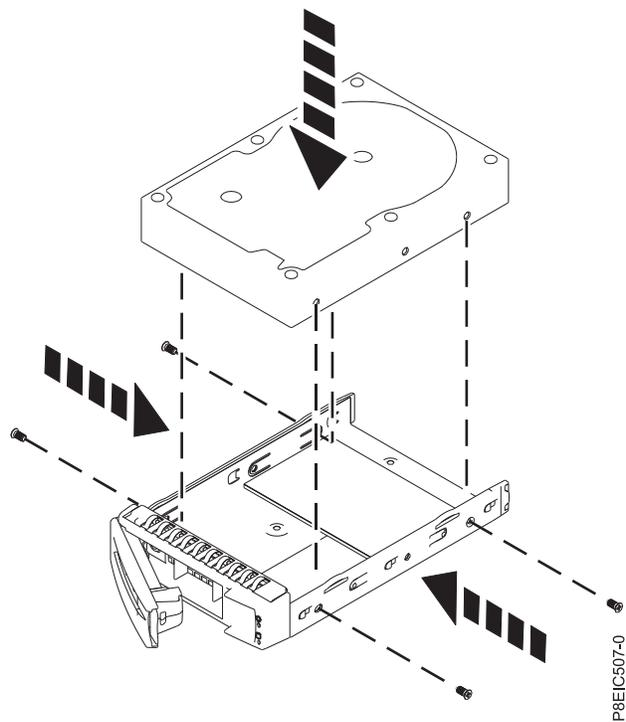

Figura 10. Montando a unidade de 3,5 polegadas na bandeja
- Uma unidade de 3,5 polegadas preenche a bandeja, conforme mostrado em Figura 10 na página 13. Prenda a unidade às laterais da bandeja com quatro parafusos (2 de cada lado).